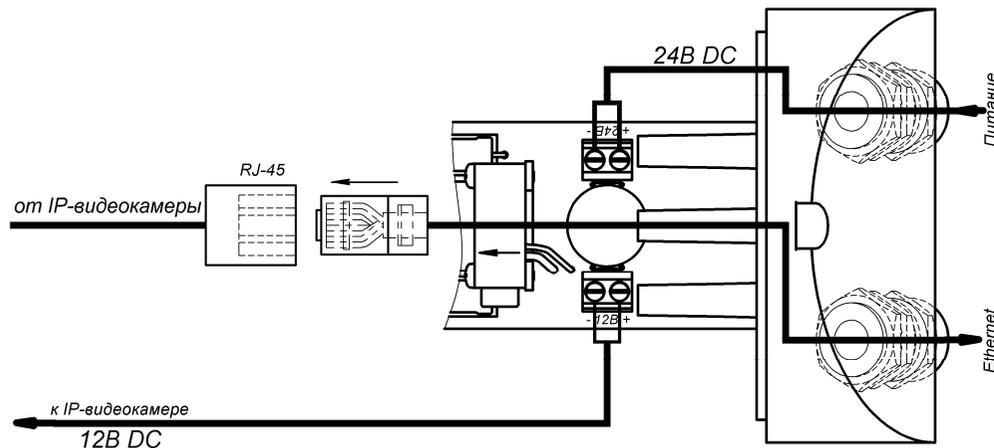
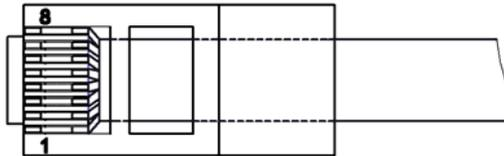

Рис.2 Подключение ТВК-61IP
Рис. 3 Обжимка кабеля кат.5е
1. Установить кронштейн (2) на штатное место, закрепить на нём гермобокс с видеокамерой (1).
2. Ввести через гермовводы внешние кабели (кабель Ethernet и кабель питания). Кабель питания подключить к плате коммутации к клеммнику «+ 24 -», соблюдая полярность (см.рис.2). На кабель Ethernet обжать вилку RJ-45 (см.рис.3).
7. Ослабив болт (4.1) фиксации шарнира (4), установить видеокамеру на нужное направление обзора, после чего надёжно зафиксировать шарнир, затянув болт.